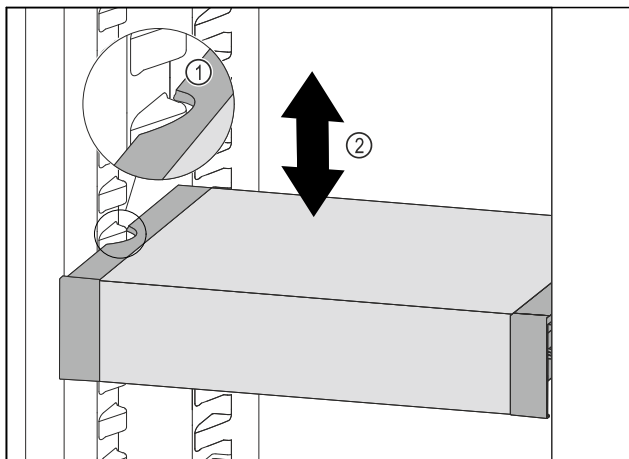

Fig. 90
- Тяните VarioSafe вперед, пока боковые выемки VarioSafe не окажутся на высоте выступа резервуара в холодильном отделении. Fig. 90 (1)
- Двигайте VarioSafe в холодильном отделении вверх или вниз, пока не будет достигнута требуемая высота. Fig. 90 (2)